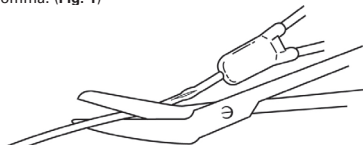

Fig. 2
2. Tagliare la porzione danneggiata del catetere. (Fig. 2)